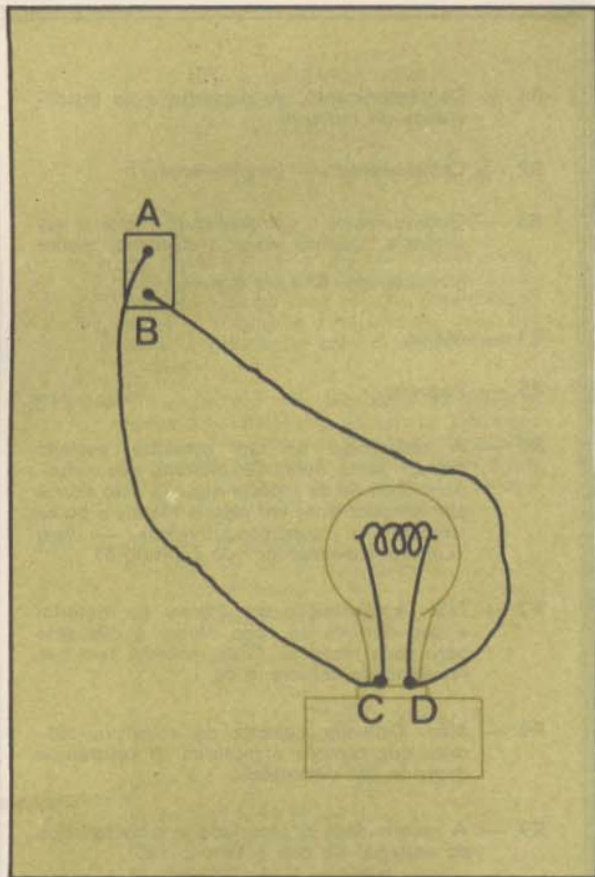

figura 15
E23 — Uma lâmpada está ligada a uma tomada de 110 V ($V_A - V_B = 110$ V), por dois fios de cobre n.º 20 de 2 m de comprimento (figura 15). A corrente que flui pela lâmpada é 1,0 A.
- Qual a diferença de potencial aplicada à lâmpada (pontos C e D da figura 15)?